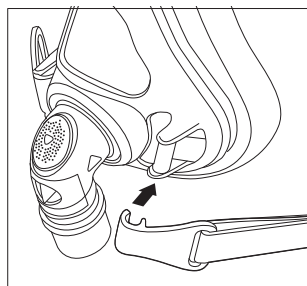

Figura 3
2. **Fermagli del dispositivo di fissaggio sul capo** - Premere i fermagli in posizione per attaccarli (Figura 3).